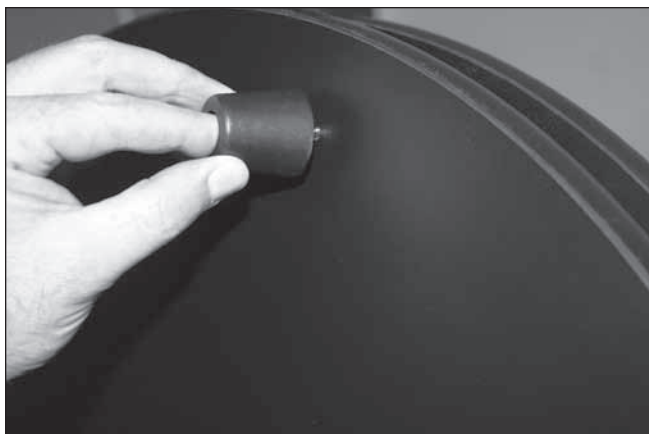

Figura 7. Sujeción de los pies de la base.
1. Dé la vuelta al montaje de la placa y suavemente colóquelo sobre el soporte del motor de azimut. Localice los tres agujeros iniciales a lo largo del perímetro de la placa inferior (**Figura 6**). Introduzca los tornillos a través de los pies e introdúzcalos en los agujeros iniciales pretaladrados (**Figura 7**) con un destornillador Phillips hasta que estén sujetos.